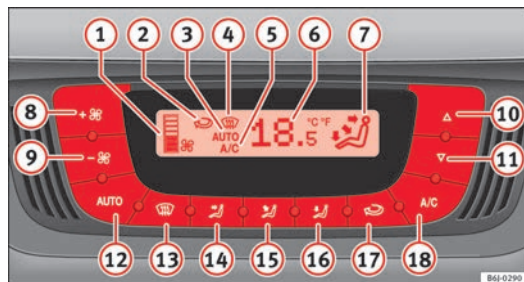

Abb. 95 In der Instrumententafel: Bedienelemente Climatronic
- Drücken Sie die Tasten und ⇒ Abb. 95, um die Temperatur einzustellen.
- ④ Defrost-Anzeige
- ⑤ Anzeige AC (Klimaanlage ist eingeschaltet)
- ⑥ Anzeige der gewählten Innenraumtemperatur
- ⑦ Anzeige der Luftstromrichtung
- ⑧ Erhöhung der Gebläseleistung
- ⑨ Verringerung der Gebläseleistung
- Drücken Sie die Taste **AUTO**. Die Anzeige → Abb. 95 ③ erscheint.
- Drücken Sie die Tasten ⑩ und ⑪ → Abb. 95, um die im Fahrzeuginnenraum gewünschte Temperatur einzustellen. Es wird empfohlen, eine Temperatur von 22 °C (72 °F) einzustellen.
- Drücken Sie eine der Tasten $\Rightarrow$ Abb. 95 $\textcircled{14}$ bis $\textcircled{16}$ oder drücken Sie den Gebläseregler $\textcircled{8}$ und $\textcircled{9}$. Die Anzeige $\textcircled{3}$ erlischt.
Das Gebläse kann mit den Tasten $\textcircled{8}$ und $\textcircled{9}$ eingestellt werden $\Rightarrow$ Abb. 95. Ist das Gebläse ausgeschaltet (am Display wird keine Gebläsestufe $\textcircled{1}$ angezeigt) und wird die Taste $\textcircled{9}$ innerhalb von 1 Sekunde erneut gedrückt, wird die Climatronic ausgeschaltet.
- Drücken Sie die Taste $\textcircled{U}$, um den Umluftbetrieb ein- oder auszuschalten. Der Umluftbetrieb ist eingeschaltet, wenn das Symbol $\textcircled{U}$ $\Rightarrow$ Abb. 95 im Display angezeigt wird.